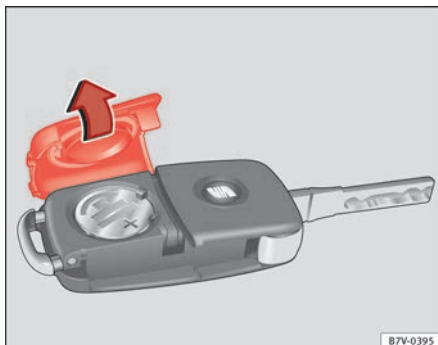

Abb. 43 Fahrzeugschlüssel: Deckel für Batteriefach öffnen.
Die Batterie befindet sich auf der Rückseite des Fahrzeugschlüssels unter einer Abdeckung ⇒ Abb. 43.
- Abdeckung auf der Rückseite des Fahrzeugschlüssels ⇒ Abb. 43 in Pfeilrichtung abnehmen ⇒ Ⓢ.
- Abdeckung wie gezeigt ansetzen ⇒ Abb. 43 und entgegen der Pfeilrichtung auf das Fahrzeugschlüsselgehäuse drücken bis sie einrastet.